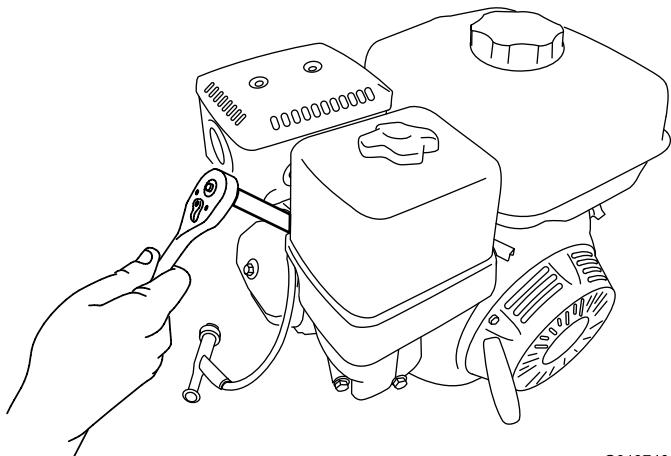

Figura 43
5. Gire la bujía en sentido antihorario usando una llave para bujías de 21 mm (13/16") para desmontar la bujía y la junta (Figura 43).
2. Gire la bujía en sentido horario usando una llave para bujías de 21 mm (13/16") hasta que la bujía y la junta estén asentadas (Figura 43).